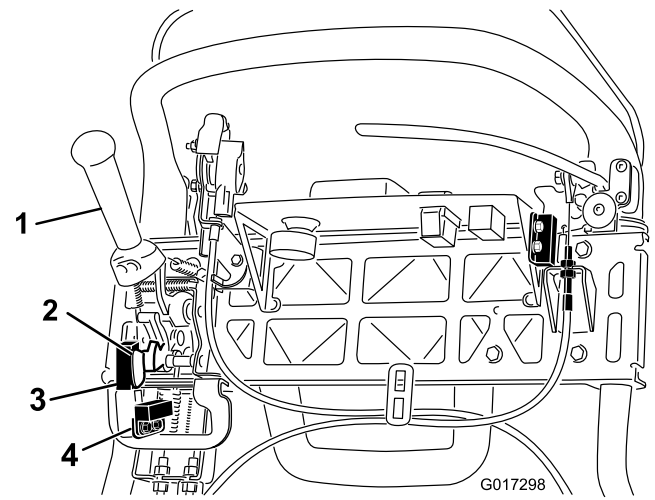

図 38
4. インタロックスイッチを固定しているねじをゆるめる (図 38)。
5. 走行レバーとインタロックスイッチとの間に厚さ 1.6 mmのすきまゲージをはさむ (図 38)。
4. 刈り込みセンサー取り付けねじをゆるめる (図 38)。
5. 刈り込みセンサーフラッグとセンサーとの間に厚さ 1.6 mmのすきまゲージをはさむ (図 38)。